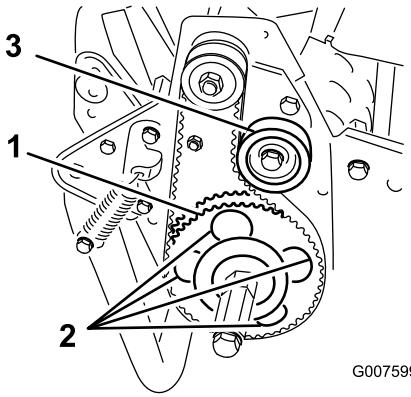

图51
7. 旋转从动皮带轮直至孔与轮鼓轴承的4个凸缘螺丝对齐 图51。
11. 调节皮带张紧度拧紧怠轮皮带轮安装螺丝 图51。